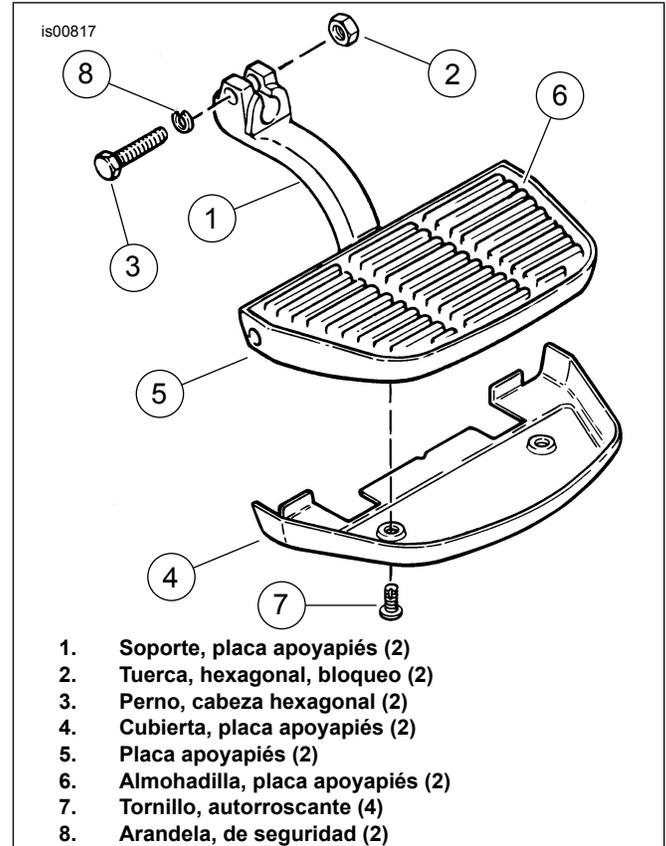
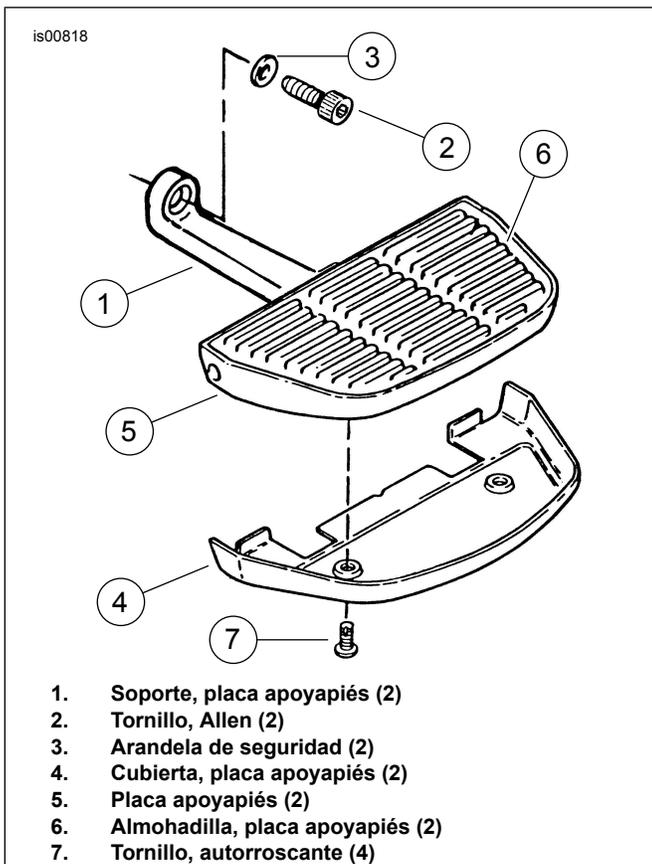

Figura 1. Conjunto de placa apoyapiés y cubierta para el pasajero – vehículos modelos de 1992 y anteriores
Figura 2. Conjunto de placa apoyapiés y cubierta para el pasajero – vehículos modelos de 1993 y posteriores
Vea la Figura 1. Extraiga el conjunto de la placa apoyapiés del pasajero, incluyendo el soporte de la placa apoyapiés (1) del espárrago de montaje en la motocicleta. Dependiendo del tipo de soporte de la placa apoyapiés, ésto requerirá, ya sea la extracción de la tuerca autobloqueante (2) y el perno (3) o la extracción del perno (3) y arandela de seguridad (8) del cubo dividido del soporte de la placa apoyapiés.
Vea la Figura 2. Extraiga el conjunto de la placa apoyapiés del pasajero, incluyendo el soporte de la placa apoyapiés (1) del espárrago de montaje en la motocicleta. Esto requerirá extraer el tornillo Allen de 9,53 mm (3/8 pulg.) (2) y la arandela de seguridad (3) del soporte de la placa apoyapiés.
2. **Para los vehículos de todos los modelos:** Vea la Figura 1 o la Figura 2. Coloque la cubierta (4) del kit en la parte inferior de la placa apoyapiés (5). Marque la ubicación de los dos agujeros de montaje de la cubierta en la parte inferior de la placa apoyapiés. Quite la cubierta de la placa apoyapiés. Use un punzón para hacer una marca pequeña en el centro exacto de cada posición marcada en la placa apoyapiés; ésto ayudará a evitar que la broca se mueva de la posición durante el siguiente procedimiento de perforación.